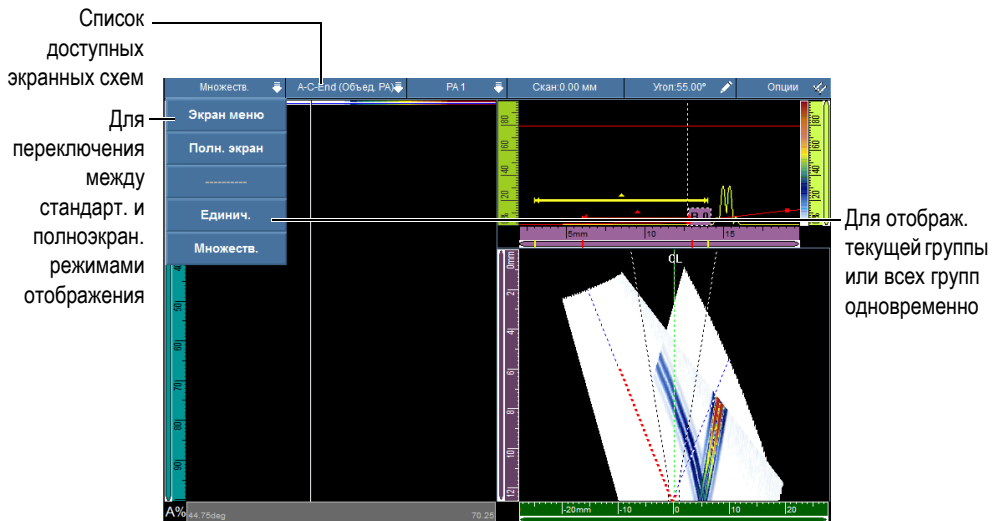

Рис. 2-2 Контекстное меню строки заголовка
Контекстное меню в строке заголовка используется для (см. Рис. 2-2 на стр. 38):
1. В меню строки заголовка щелкните Режим (см. Рис. 2-2 на стр. 38).
1. В меню строки заголовка щелкните Группа (см. Рис. 2-2 на стр. 38).
1. В строке заголовка щелкните в области **Скан** (см. Рис. 2-2 на стр. 38).
1. В строке заголовка, щелкните в зоне **Индекс** (см. Рис. 2-2 на стр. 38).
1. В строке заголовка щелкните в зоне **Угол/ВАД** (см. Рис. 2-2 на стр. 38).
1. В строке заголовка щелкните **Опции** (см. Рис. 2-2 на стр. 38).